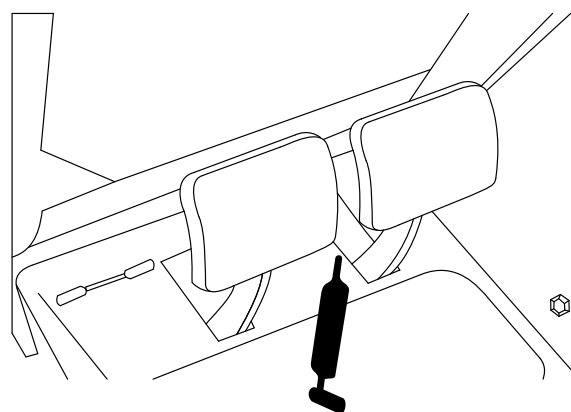

Figura 49
- Albero del pedale del freno (1) (Figura 49).